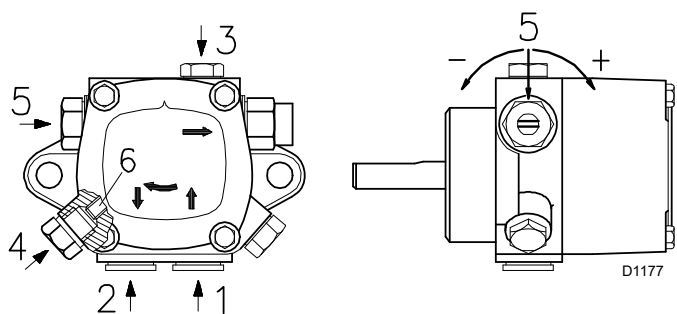
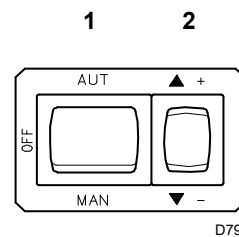

Fig. 25
Fig. 26
Legenda (Fig. 25)
- Perché la pompa (Fig. 25) possa autoinnescarsi è indispensabile allentare la vite 3)(Fig. 25) della pompa per sfiatare l'aria contenuta nel tubo di aspirazione.
- Avviare il bruciatore chiudendo i dispositivi di controllo, con l'interruttore 1)(Fig. 26) in posizione "MAN" e con il commutatore 10)(Fig. 6 a pag. 13) in posizione "OIL".
- Quando il gasolio fuoriesce dalla vite 3)(Fig. 25) la pompa è innescata. Fermare il bruciatore: interruttore 1)(Fig. 26) in posizione "OFF" ed avvitare la vite 3)(Fig. 25).